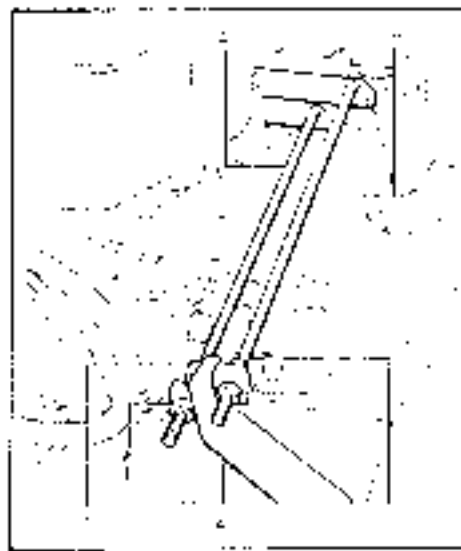

Fig. 21 - Bild 21
3. la presenza delle frizioni stagionate (Fig. 21)
1. Install a hose on special fitting and connect to the hydraulic system. See Fig. 21. The location of the fitting is described in the Fig. 21.
1. Installer un tuyau sur le raccord spécial et le connecter au système hydraulique. Voir Fig. 21. La position est en fonction du moteur installé sur le tracteur.
1. Ein Schlauch an dem Spezialanschluss montieren und mit dem Hydrauliksystem verbinden. Siehe Fig. 21. Die Position ist in Abhängigkeit vom eingesetzten Motor zu variieren.